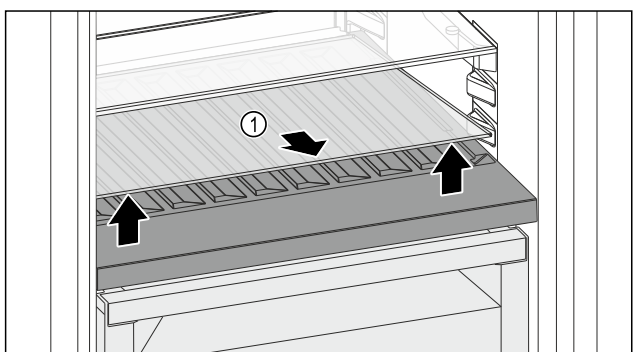

Fig. 214
- ▶ Emelje meg elől, a mélyedésnél az üveglapot Fig. 214 (1), és vegye ki.
- ▶ Biztonságosan tárolja az üveglapot Fig. 214 (1) a készüléken kívül.
- ▶ Helyezze az üveglapot (2) a variálható palackfektető polc alá.